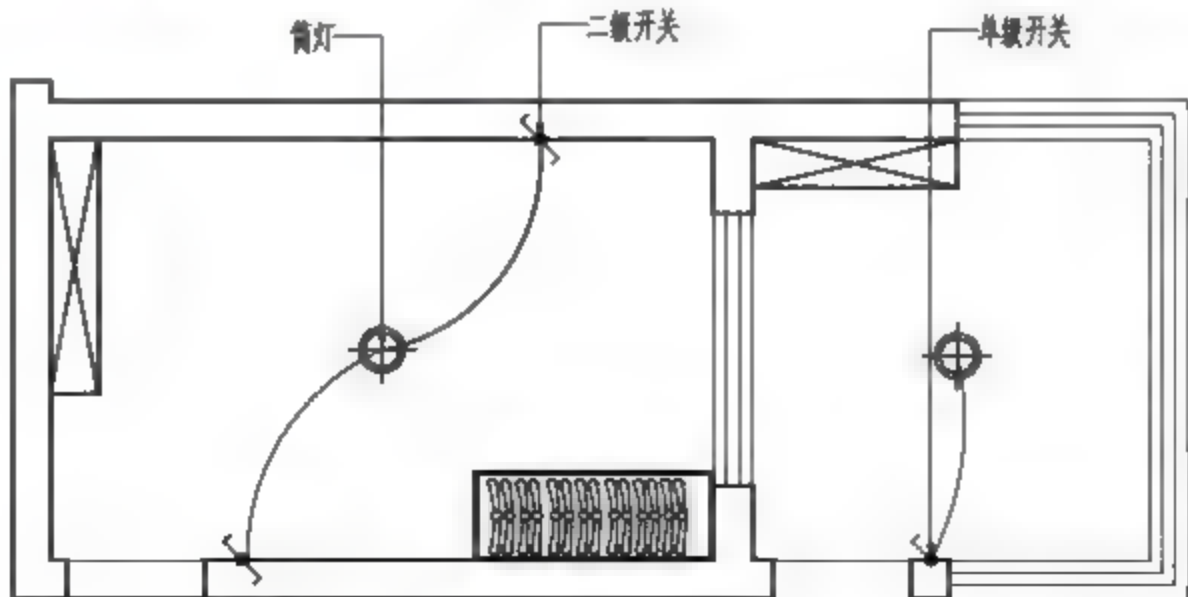

图5-126 最终效果
**07** 按Enter键，再次调用【多重引线】命令，标注其他图形，最终效果如图5-126所示。